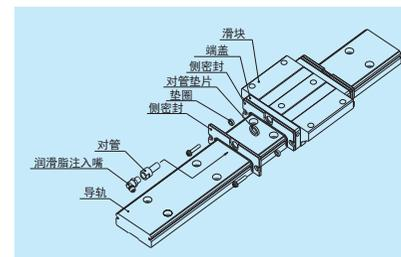

图 10 双密封
(3) 双密封
- 对标准完成品追加安装双密封时，请利用在表 13 中所表示的双密封套装（图 10）
- 双密封安装后，将润滑脂注入嘴安装到端盖时，需要如图 10 所示的接口。